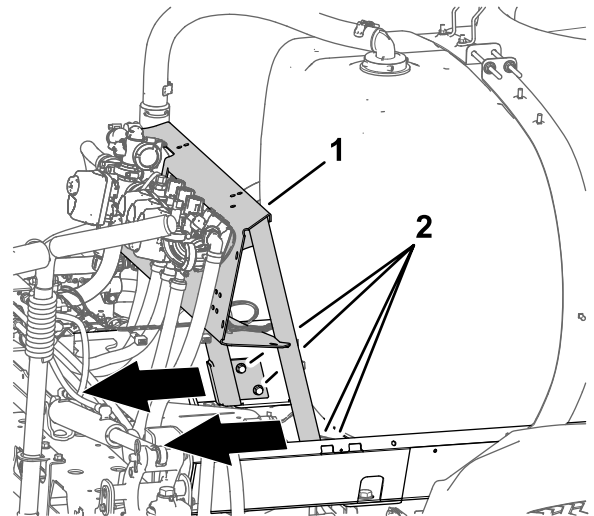

图11
1. 松开将阀门安装架固定至水箱架的4个凸缘头螺栓3/8 x 1英寸和4个凸缘锁紧螺母3/8英寸图11。
2. 向后移动阀门安装架图11。